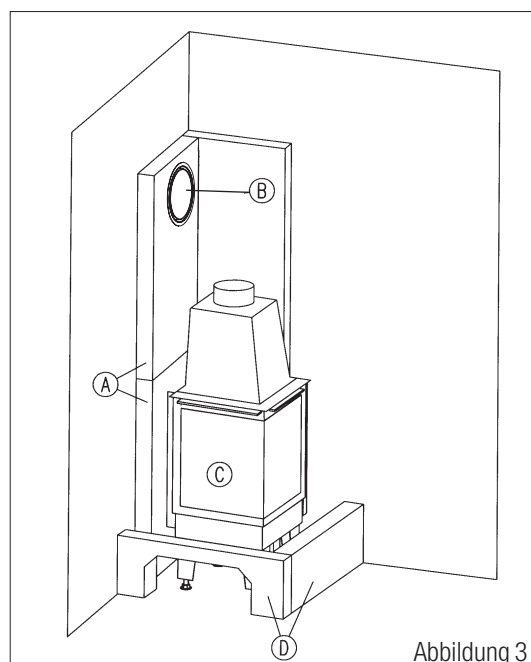

Abbildung 3
5.2. Richten Sie den Sockel mit einer Wasserwaage senkrecht und waagrecht aus. (Abb. 3)